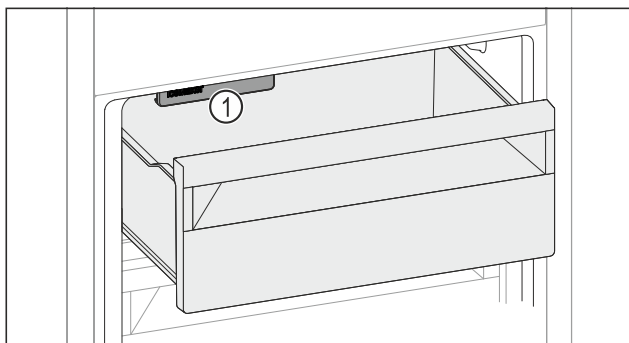

Fig. 155
- ▶ Uwzględnić IceMaker Fig. 155 [1].